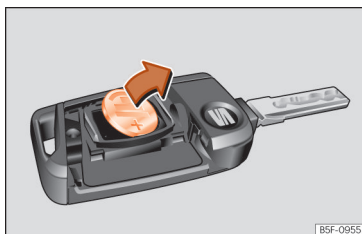

Fig. 80 Chave do veículo: extração da pilha.
- Extraia a pilha do compartimento com um objeto fino adequado »»» **Fig. 80.**
- Coloque a pilha nova conforme se mostra »»» **Fig. 80** pressionando-a para o compartimento da pilha, no sentido contrário ao da seta »»» ❷.